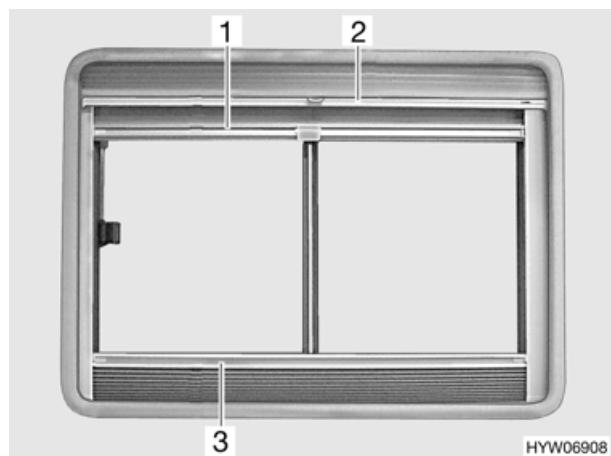

Fig. 36 Finestra apribile in posizione di "aerazione continua"
- aerazione continua (Fig. 36)